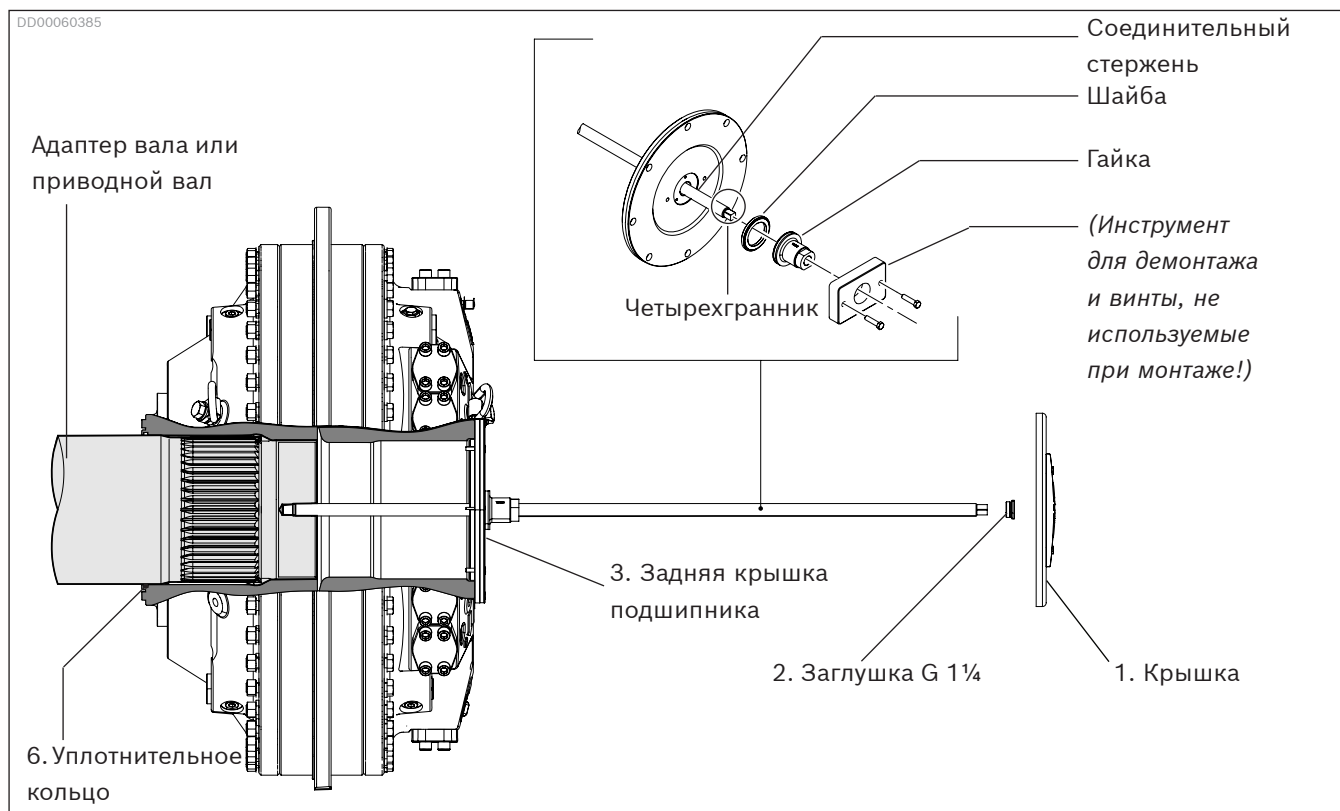
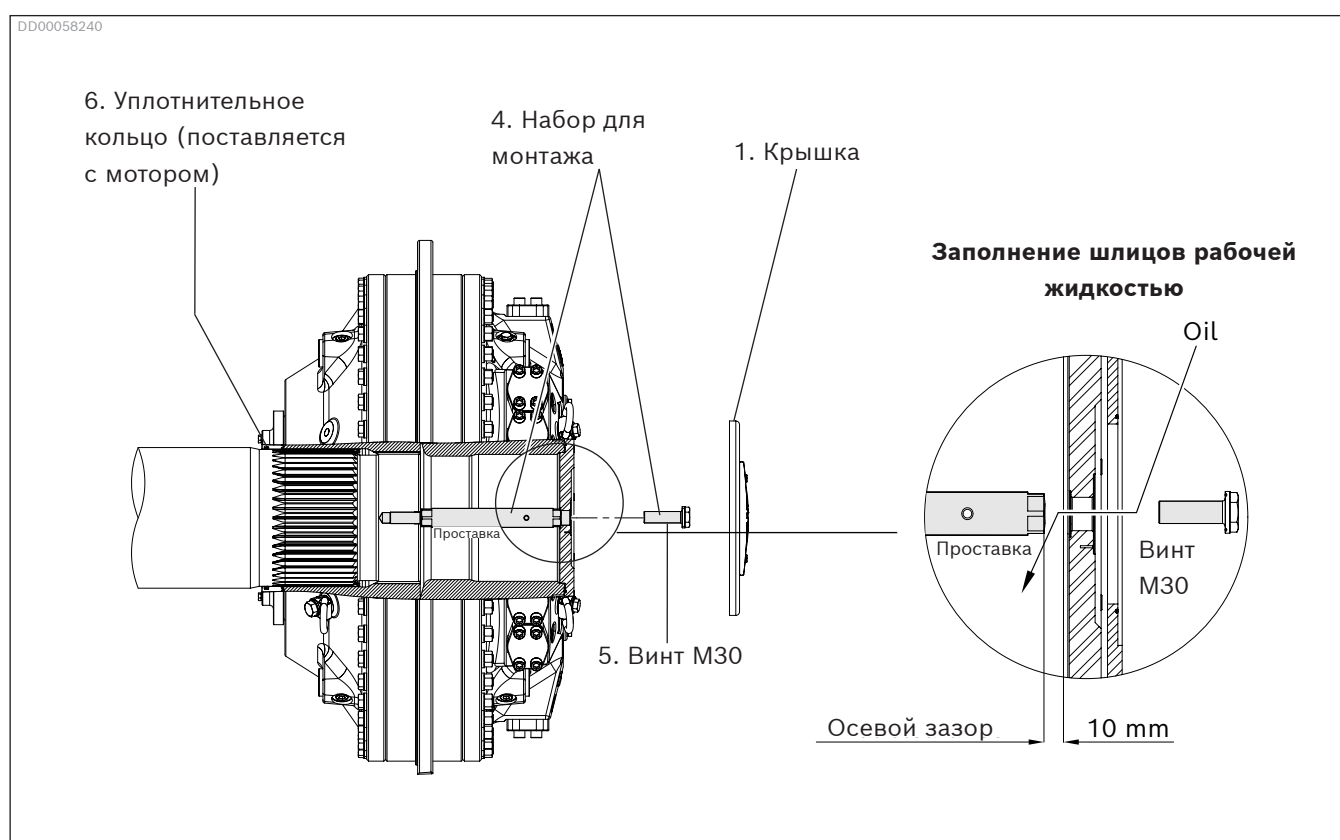
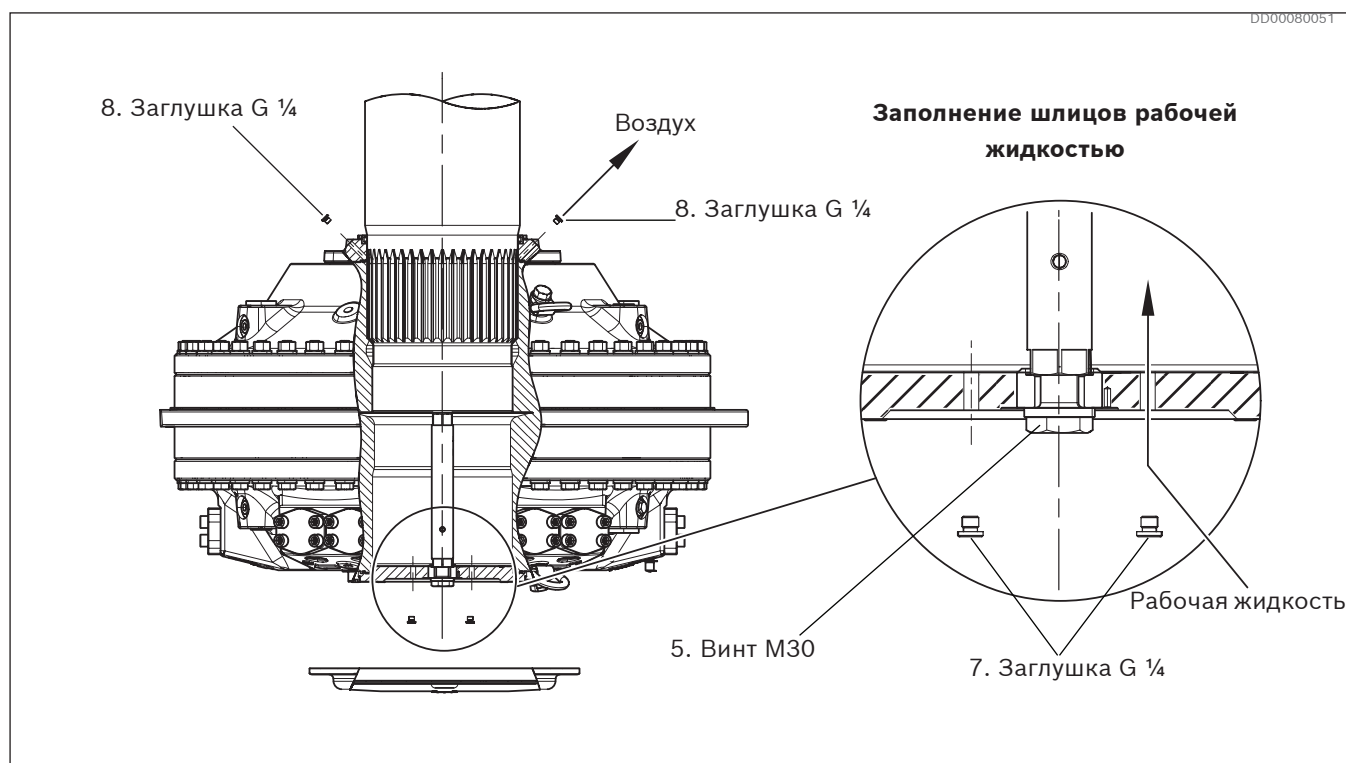
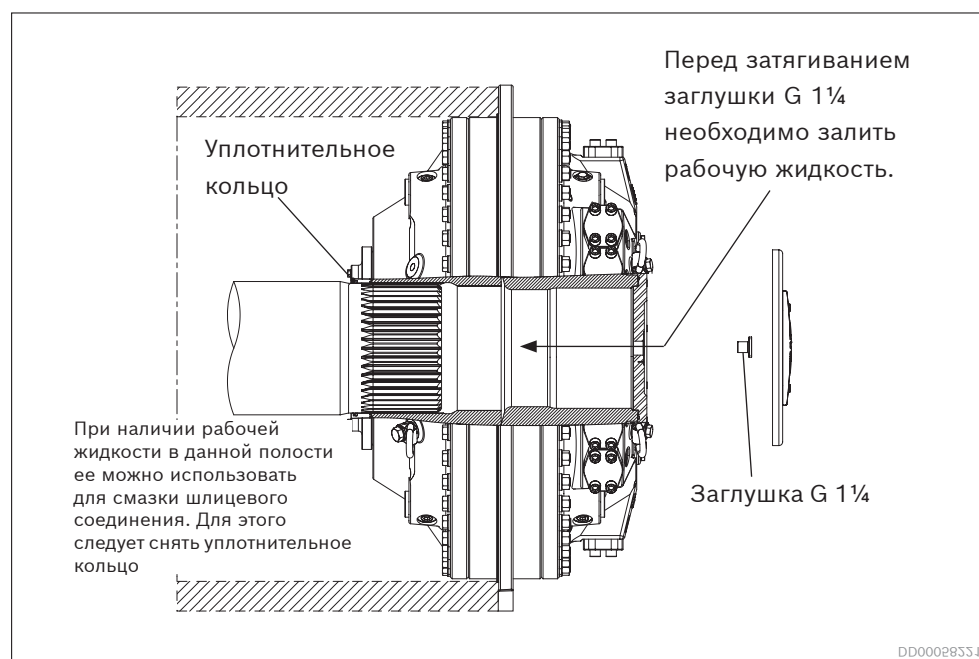

Рис. 46. Монтаж мотора, оснащенного шлицевым валом, с помощью оправки
Рис. 47. Соедините мотор, оснащенный полым валом со шлицами, с набором для монтажа, горизонтальная установка
Рис. 49. Вертикальный монтаж мотора, оснащенного полым валом со шлицами
Рис. 52. Мотор, установленный на фланце, вал расположен горизонтально
Данное указание проиллюстрировано на Рис. 46, Рис. 47 и Рис. 49.
4. Снимите крышку (1) вместе с винтами и шайбами.
7. Установите оправку, пропустив соединительный стержень через центр мотора, и вкрутите его в приводной вал, поворачивая гаечным ключом четырехгранник на конце оправки. Установите шайбу и затем прижмите гайку к задней крышке подшипника (3).
11. Прикрепите мотор к приводному валу, используя набор для монтажа (4): Снова установите инструмент для совмещения зубьев и пазов шлицевого соединения. Затяните проставку моментом 1840 Нм (1357 фунтов силы-фут).
12. Установите обратно заднюю крышку подшипника (3). Крутящий момент 80 Нм (59 фунтов силы-фут).
13. Залейте рабочую жидкость в резьбу G 1 ¼. Осевой зазор во время заполнения – 10 мм [0,4 дюйма], см. Рис. 47. Количество рабочей жидкости см. в Табл. 16. Установите винт M30 (5). Крутящий момент 1840 Нм (1357 фунтов силы-фут). Или: Установите винт M30 (5). Крутящий момент 1840 Нм (1357 фунтов силы-фут). Удалите одну из двух заглушек G ¼ (7) на задней крышке подшипника и заглушку G ¼ (8) на упоре уплотнения на стороне вала и закачайте рабочую жидкость до начала ее выхода из канала G ¼ на упоре уплотнения на стороне вала, см. Рис. 49. Затяните заглушки G ¼. Момент затяжки 30 Н•м (22 фунта силы-фут)
14. Установите крышку (1). Крутящий момент 200 Нм (148 фунтов силы-фут).
2. Залейте рабочую жидкость в резьбу G 1¼. См. *Рис. 52* или *Рис. 49.* Количество рабочей жидкости см. в *Табл. 16*